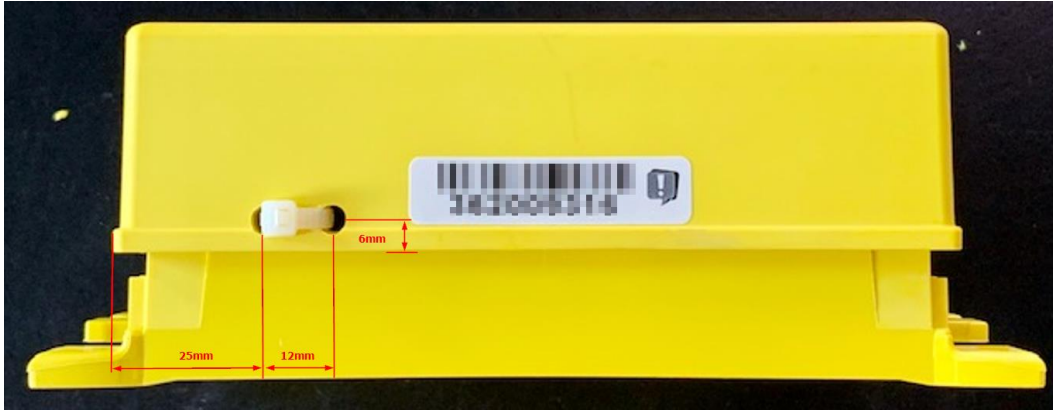

Abbildung 13: Absturzsisicherung mit Kabelbinder
- Erstes Loch (linkes Loch gemäß Abbildung 13: Absturzsicherung mit Kabelbinder) 25mm vom linken Rand (am Falz gemessen) und 6mm von der Falzkante.
- Zweites Loch (rechtes Loch gemäß Abbildung 13: Absturzsicherung mit Kabelbinder) 37mm vom linken Rand (am Falz gemessen) und 6mm von der Falzkante.